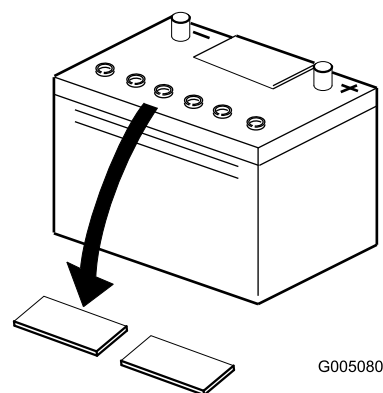

図 5
4. バッテリーの上部をきれいに拭い、キャップを取り外す（図 5）。